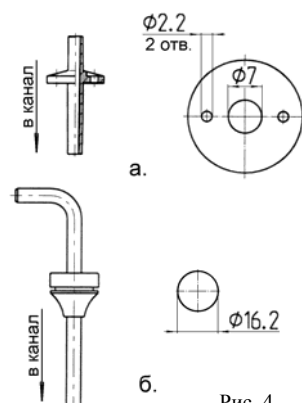

Рис. 4.
3. Одна гибкая трубка соединяется с патрубком P1, вторая с патрубком P2. Свободные концы гибких трубок одеваются на жёсткие измерительные трубки, имеющие фланцы для крепления (см. рис. 4, а). В некоторых конструкциях предусмотрены герметичные входные муфты для датчиков. В таких случаях, возможно гибкую трубку заводить непосредственно в канал (рис. 4, б).